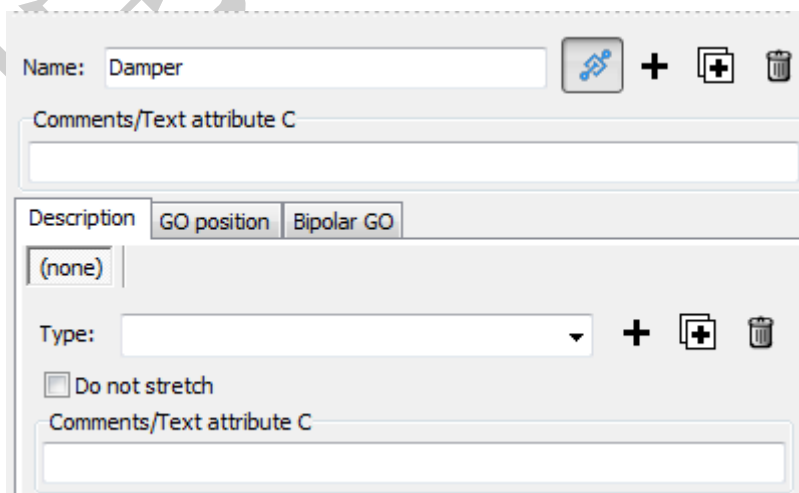

图 2.14
4. 点击 **Description** 页面，点击 **Type** 一栏的按钮 **+**，添加一个图形元素，如图 2.14 所示。